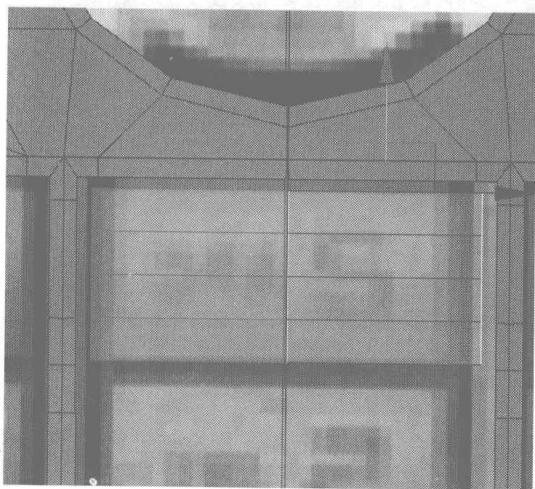
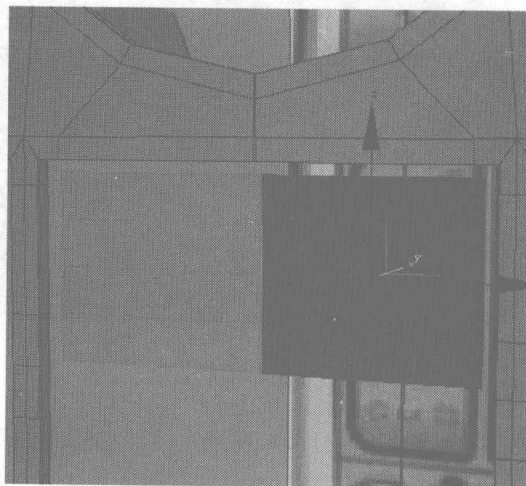
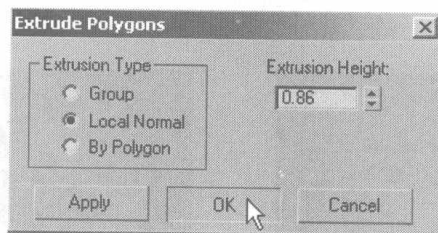

图 4.576
图 4.577
图 4.578
- 39** 在分离出来的面上添加如图 4.576 所示的细分线，再框选如图 4.577 所示的面，在 Edit Polygons 卷展栏中单击 右侧的小按钮，在弹出的对话框中设置挤压参数，如图 4.578 所示，并将挤压后内侧厚度的面删除。